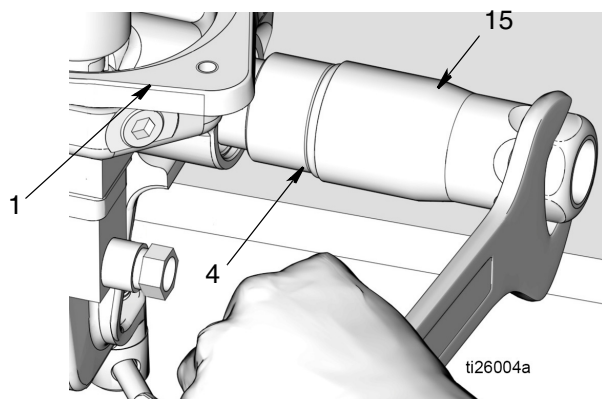

FIG. 25
e. Smaltire gli O-ring (7, 41) e il dado (5) secondo le norme vigenti per il corretto smaltimento
17. Rimuovere la valvola di ritegno sulla mandata (15) dalla base della pompa (1) (FIG. 25). Estrarre l'O-ring (4) dalla valvola di ritegno sulla mandata. Smaltire gli O-ring secondo le norme vigenti per il corretto smaltimento.